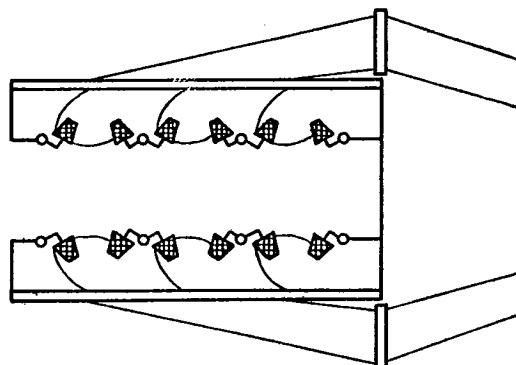

FIGURE 4 / ФИГУРА 4
25.3 magazine warp creel (see figure 4): Creel for mounting two or more supply packages per warp end. The yarn is unwound from one package to the next to ensure continuity of warping.
cantre magasin (voir figure 4): Cantre permettant l'installation de deux bobines d'alimentation (ou plus) par fil à ourdir. Le fil est dévidé sans interruption d'une bobine à la suivante pour assurer la continuité de l'alimentation de l'ourdissoir.